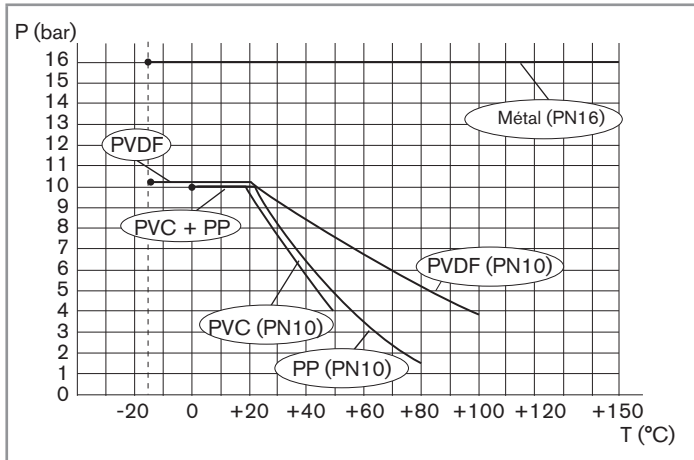

Fig. 5 : Courbes de dépendance température - pression du fluide, des raccords en T utilisés seuls
- Tenir compte de la dépendance température-pression du fluide selon la nature des matériaux du raccord (voir Fig. 5) et de celle de l'appareil de mesure utilisé (voir le manuel utilisateur correspondant).